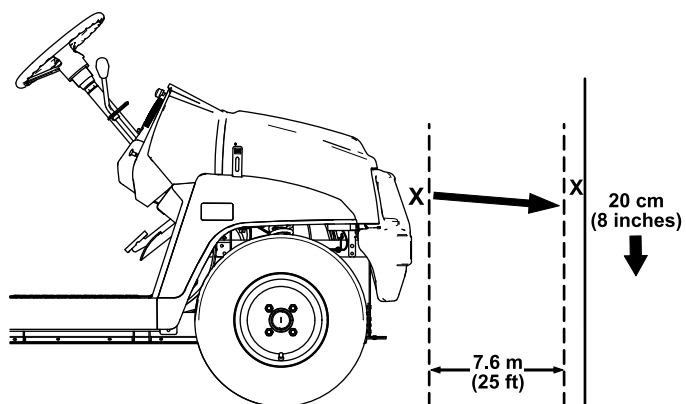

Рисунок 42
1. Припаркуйте машину на ровной горизонтальной поверхности; фары должны находиться приблизительно на расстоянии 7,6 м от стены (Рисунок 42).
Самая яркая часть луча фары должна быть на 20 см ниже отметки, нанесенной на стене (Рисунок 42).